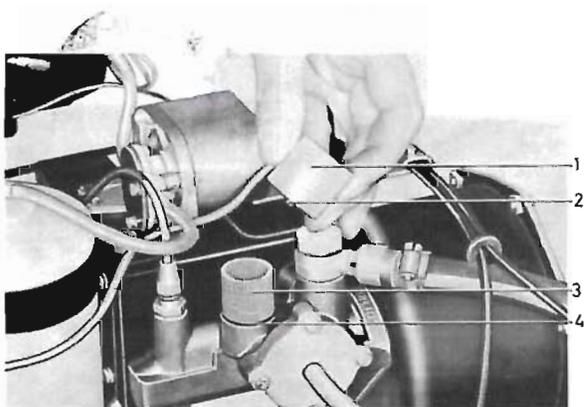

Abb. 87 Auswechseln des Filtereinsatzes
Der Einsatz ist nach Ausbau des Filtergehäuses zugänglich. Bei der früh. Ausführung wird der Spann- bügel seitlich abgedrückt, bei der spät. Ausführung (Abb. 87) eine Befestigungsschraube gelöst. Das Gehäuse ist bei Filterwechsel zu reinigen, der Einsatz dagegen stets zu erneuern. Festzug der Befestigungs- schraube (2) auf 0,3–0,4 mkp.
- Neuen Luftfiltereinsatz einbauen. Filtergehäuse mit neuer Dichtung aufsetzen und mit dem Spannbügel festklemmen. Bei einem Luftfilter spät. Ausf. (Abb. 87) wird die Befestigungsschraube auf 0,3–0,4 mkp angezogen.